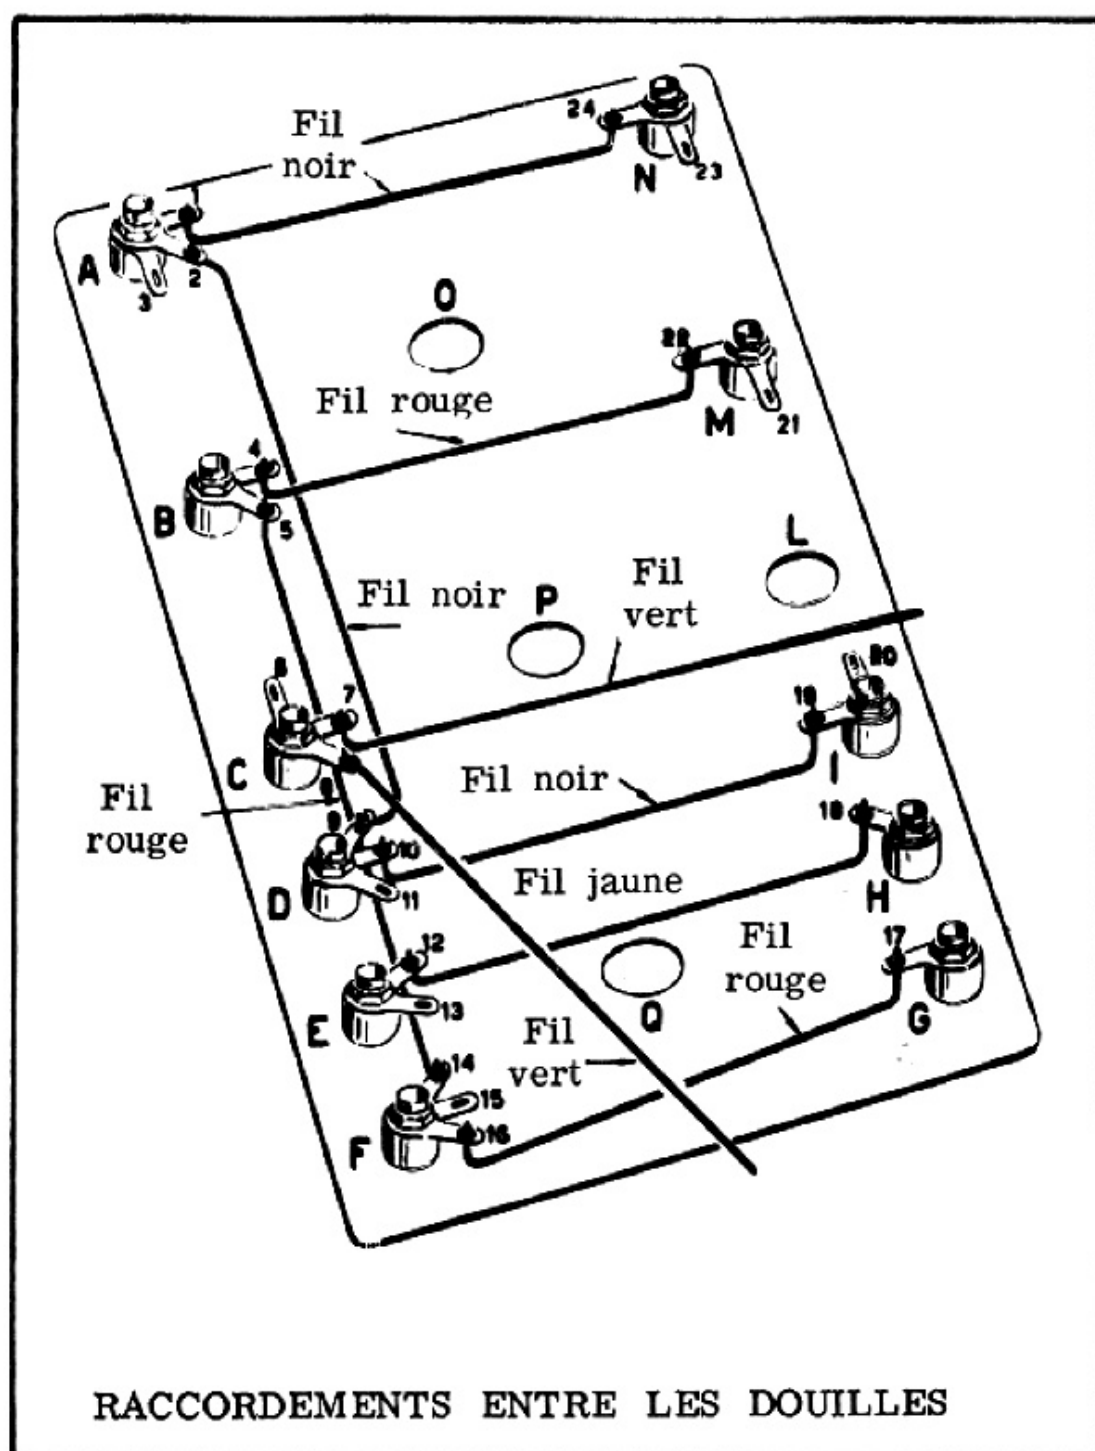

Figure 13
c) Coupez un morceau de 10,5 cm de fil isolé noir et disposez-le entre les languettes des cosses CA2 (A) et CA9 (D) ; effectuez la soudure sur les deux points.
d) Coupez un morceau de 7,5 cm de fil isolé rouge et disposez-le entre les languettes des cosses CA4 (B) et CA22 (M) ; effectuez la soudure sur les deux points.
e) Coupez un morceau de 9 cm de fil isolé vert et soudez une des extrémités sur la cosse CA7 (C) ; l'autre extrémité du fil sera soudée plus tard. Ce fil doit être disposé parallèlement au fil rouge soudé auparavant entre les cosses CA4 (B) et CA22 (M).
f) Coupez un morceau de 7,5 cm de fil noir isolé et disposez-le entre les languettes des cosses CA10 (D) et CA19 (I) ; effectuez la soudure sur les deux points.
g) Coupez un morceau de 7,5 cm de fil jaune isolé et disposez-le entre les languettes des cosses CA12 (E) et CA18 (H) ; effectuez la soudure sur les deux points.
h) Coupez un morceau de 7,5 cm de fil isolé rouge et placez-le entre les languettes des cosses CA16 (F) et CA17 (G) ; soudez aux deux extrémités.
i) Coupez un morceau de fil isolé vert de 8 cm ; soudez une extrémité sur la languette de la cosse CA8 (C) ; l'autre extrémité sera soudée plus tard. Ce fil devra être disposé sur le panneau de la manière montrée *figure 13* ; tous les raccordements effectués jusqu'à présent y sont représentés.